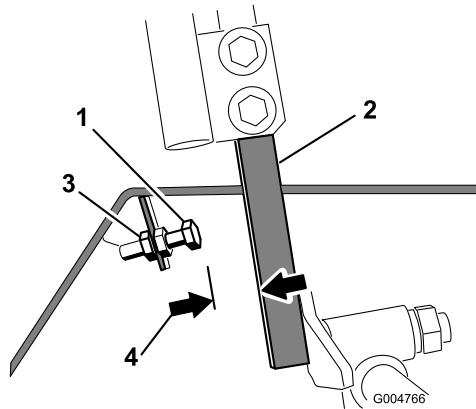

Figura 65
4. Solte a porca de bloqueio no parafuso de bloqueio de uma das alavancas de controlo (Figura 65).